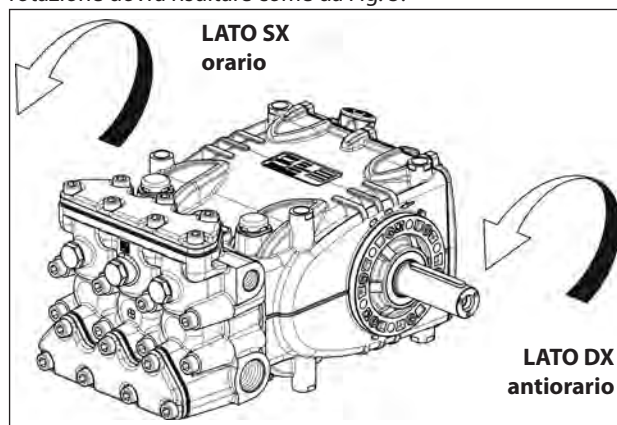

Fig. 5
Il senso di rotazione è indicato da una freccia posizionata sul carter in prossimità dell'albero di presa di moto. Posizionandosi di fronte alla testata pompa il senso di rotazione dovrà risultare come da Fig. 5.
N.B. La versione riportata in Fig. 5 è Dx.